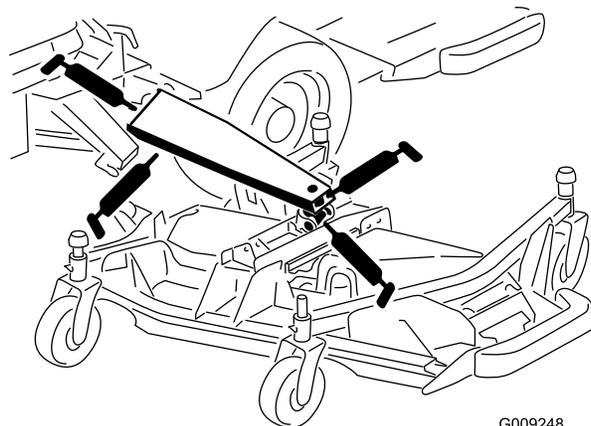

図 92
- メイン昇降アームのブッシュ3ヶ所 図 92
- 昇降シリンダのブッシュ1ヶ所 (図 92)